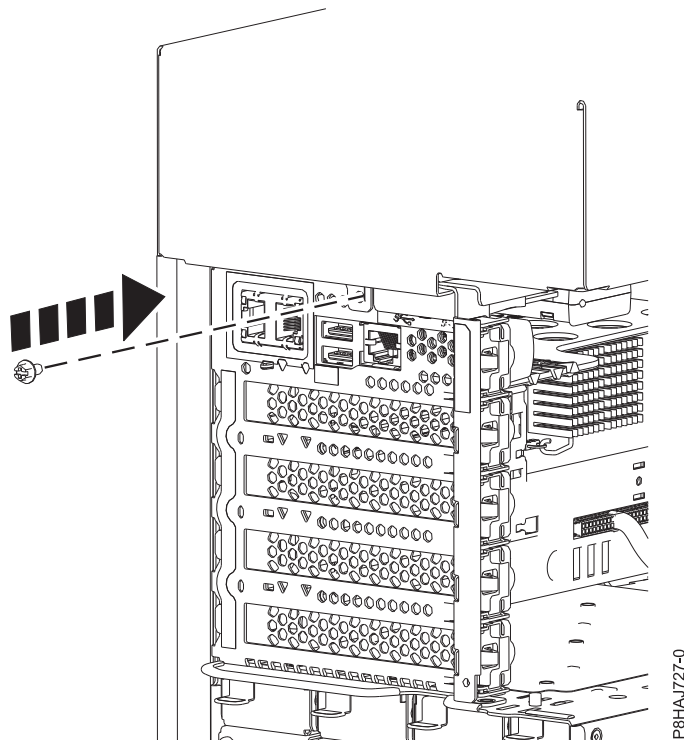

Figura 40. Colocación del tornillo de la cubierta lateral de 8286-41A
5. Ponga el tornillo posterior de la cubierta lateral con un destornillador de estrella, tal como se muestra en la Figura 40 en la página 57.